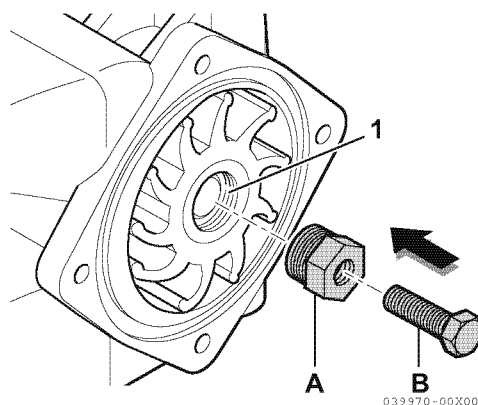
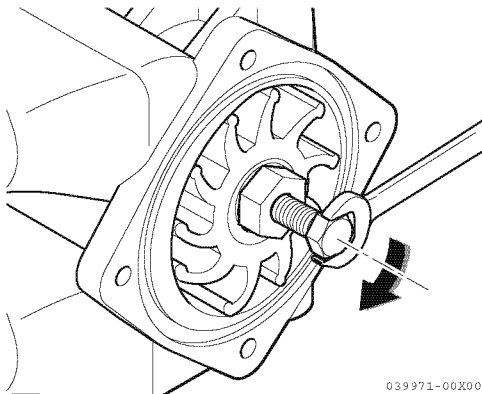

Figure 10
Figure 11
*Remarque : Lors du remplacement d'un impulseur utilisé par un nouveau, l'impulseur doit avoir un filet M22 x 1,5 (1, **Figure 10**). Tournez le côté vissage de la vis M18 du propulseur vers le capot latéral et placez la (**Figure 11**).*